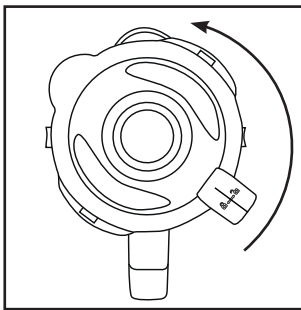

Abb.1
- 2) Entfernen Sie den Deckel **2**, indem Sie ihn so weit gegen den Uhrzeigersinn Richtung Position ↷ drehen (siehe Abb. 1), bis Sie ihn nach oben abziehen können.